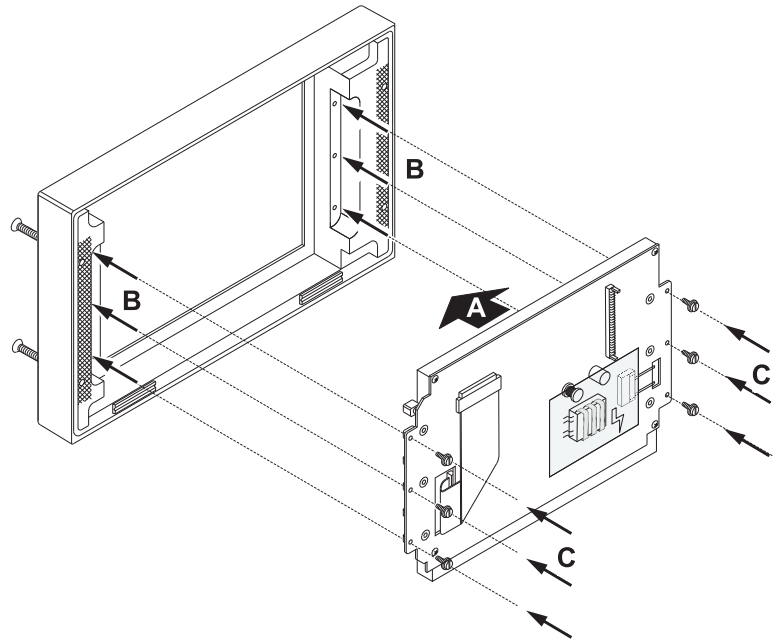

Bild D 7-19: Einbau der neuen Display-Einheit in den Frontblendenrahmen
7. Platzieren Sie sorgfältig die neue Display-Einheit (A, Ersatzteil-Nr. 129691-VID) in die Aussparungen der Frontblende (B). Prüfen Sie den genauen Sitz des Displays. Befestigen Sie die Display-Einheit mit sechs Schrauben an der Frontblende (C). (Bild D 7-19)